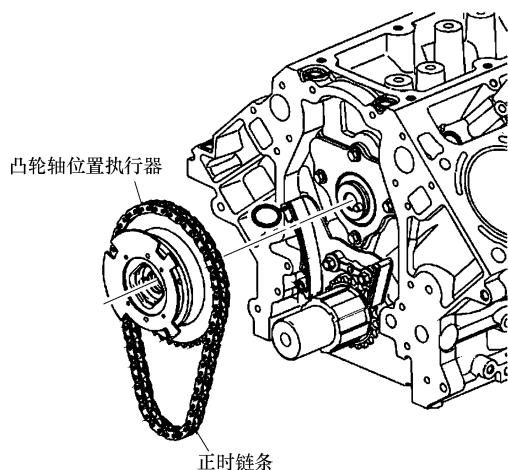

图 20-4 拆下凸轮轴位置执行器和正时链条
- 6) 拆下凸轮轴位置执行器和正时链条 (图 20-4)。